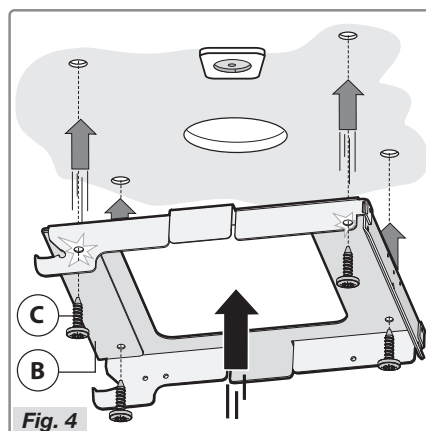

Fig. 4
- Gør beslaget B fast til loftet med de fire skruer C (fig. 4).